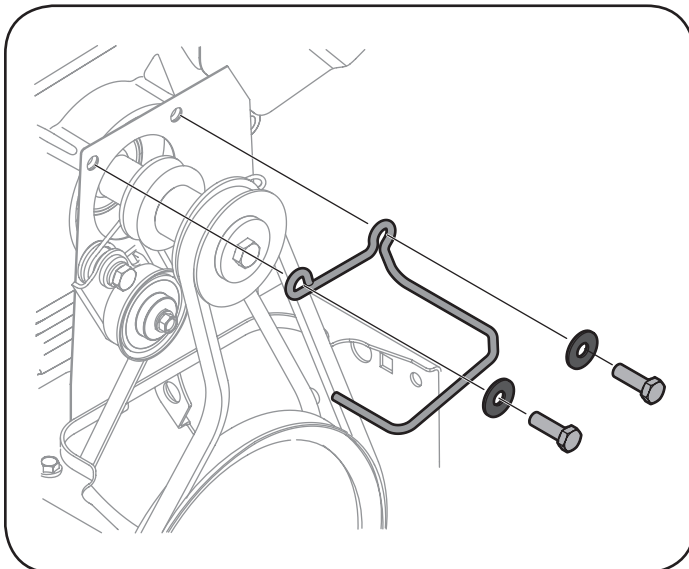

Figura 27
3. Afloje y retire los dos tornillos y arandelas planas que aseguran la guía de la correa. Vea la Figura 27. Retire la guía de la correa.